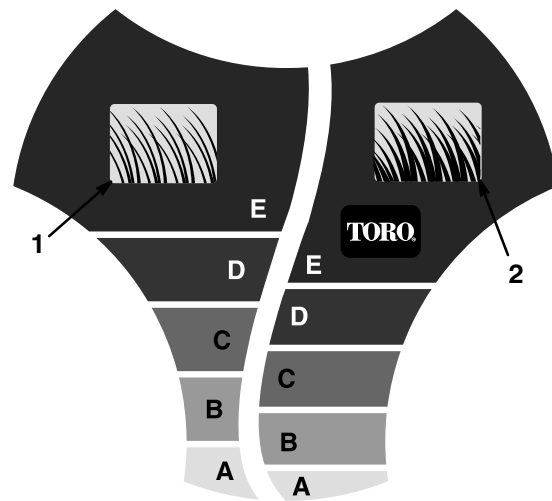

Abbildung 15
Die *SmartWheel*-Vorrichtung hat zwei Schneidskalen — *SPARSE/NORMAL* (spärlich/normal) und *LUSH* (üppig) — zur Sicherstellung der optimalen Schnitthöheinstellung bei allen Mähbedingungen (Abb. 15). Die *SPARSE/NORMAL*-Skala wird während der warmen Sommersaison für die Mehrzahl der Mäharbeiten verwendet. Die *LUSH*-Skala ist für dickes, feuchtes, saftiges Gras gedacht, das meistens im Frühling wächst.
1. Bevor der Motor gestartet wird, den Rasenmäher auf das Gras schieben. Den Rasenmäher nicht weiter schieben, wenn die Buchstaben an der *SmartWheel*TM-Konstruktion am linken Hinterrad aufrecht stehen (Abb. 15).
2. Die Spitzen der Grashalme mit den Buchstaben an der *SmartWheel*-Konstruktion (Abb. 15) vergleichen. Der Buchstabe an der *SmartWheel*-Vorrichtung, der den Spitzen der Grashalme entspricht, ist die richtige Schnitthöhe.